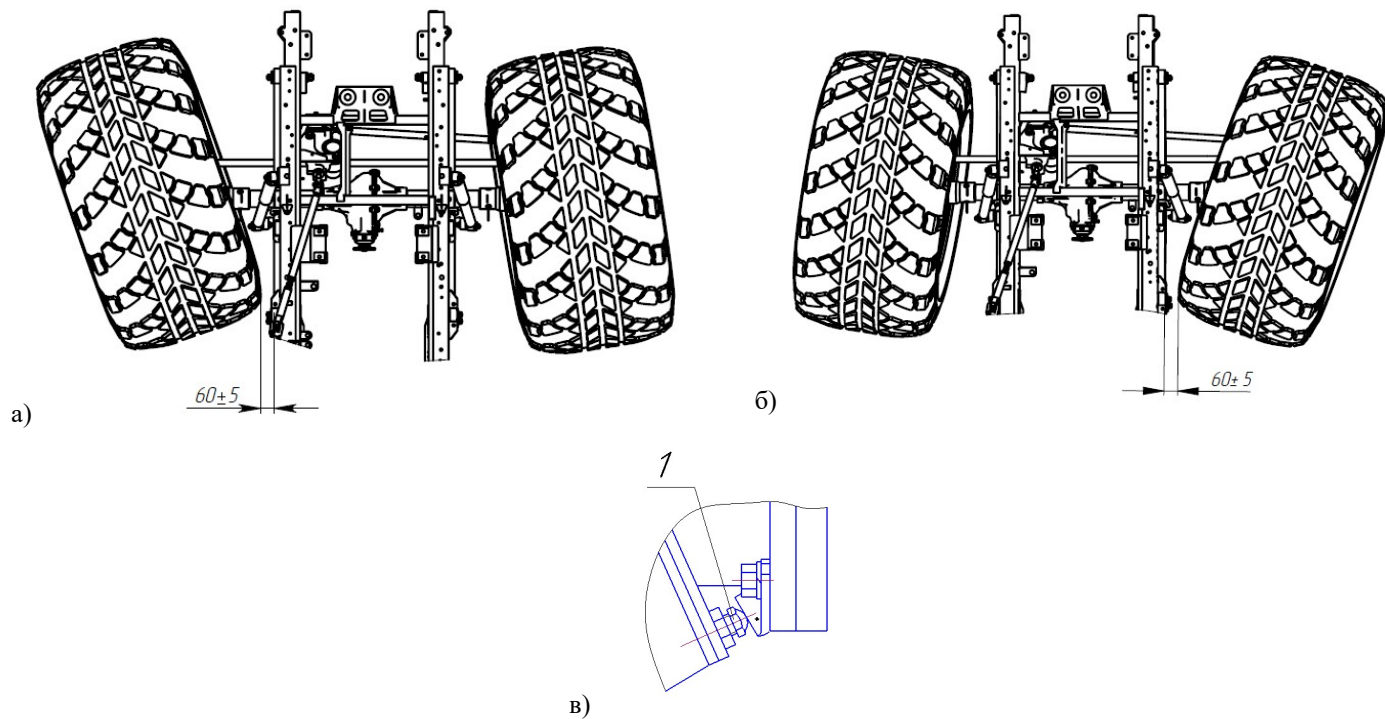

Рис. 6.15. Регулировка углов поворота колес.
Произвести регулировку углов поворота колес переднего моста влево (см. Рис. 6.15 а) и вправо (см. Рис. 6.15 б). Для этого регулировочные болты упоров-ограничителей (Рис. 6.15 в) поворота колес выставить таким образом, чтобы колеса по боковой поверхности шин сзади, при поворотах до упора в регулировочные болты, не доходили до боковых поверхностей рессор на  $60 \pm 5$  мм (Редуктор КР, диск №3, шина 1280 – расстояние от боковой поверхности шин сзади до боковых поверхностей рессор – 115 мм).
12. Установить колеса ВТС на твердую горизонтальную поверхность и запустить двигатель. Упоры отрегулированы правильно если не происходит перекаса моста при повороте рулевого колеса от «упора» до «упора». При этом упорные болты 1 (рисунок 6.15) **должны не доходить** до балки моста 0,5...1 мм.
б) Поворачиваем руль до упора вправо. Вращаем упор ограничительного винта 1 против часовой стрелки, контролируя при этом расстояние между упорным болтом и упором (рисунок 6.15). Расстояние должно быть не более 0,5...1 мм.
в) Поворачиваем руль до упора влево. Вращаем упор ограничительного винта 2 против часовой стрелки, контролируя при этом расстояние между упорным болтом и упором (рисунок 6.15). Расстояние должно быть не более 0,5...1 мм..